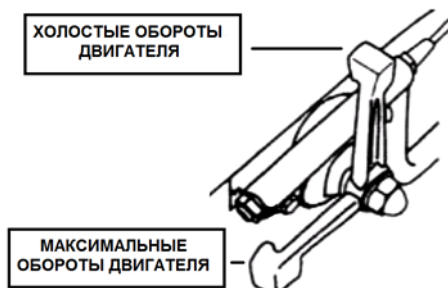

Рис. 11 Рычаг газа
4. Переведите рычаг газа на 1/3 хода в сторону положения максимальных оборотов двигателя (Рис. 11).
1. Переведите двигатель в режим холодного хода, для этого переведите рычаг газа в положение холостых оборотов двигателя (Рис. 11).